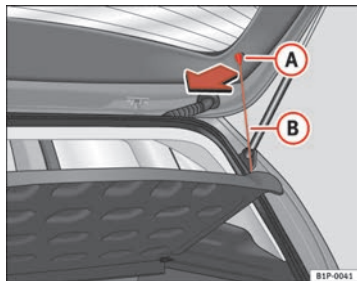

Fig. 106 Bandeja porta-objects
- Desengatar os tirantes ⇒ fig. 106 (B) dos alojamentos (A).